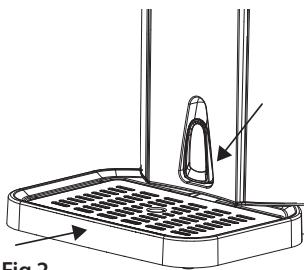

Fig.2
3. Sätt in droppbrickan och droppgallret i den passande skåran på enheten. Se till att avloppssspaken är stängd (fig. 2) och tappkranen är i stängt läge.